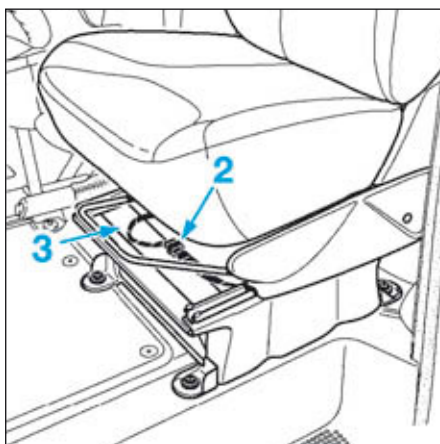

FIG.6
- débrancher le connecteur (2) (Fig.6).
- couper le collier de maintien (3) du câblage sur la réhausse.